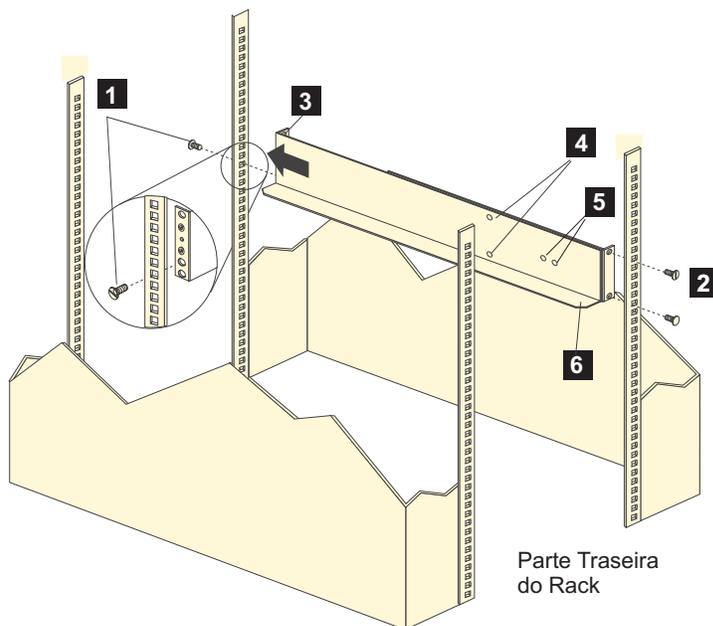

Figura 11. Instalando os Trilhos de Suporte
Nota: Consulte a Figura 11 na página 28 ao executar essas etapas.
Nota: Os trilhos de suporte não estão marcados como esquerdo ou direito. Entretanto, cada trilho pode ser corretamente montado em apenas uma lateral do gabinete do rack. Os trilhos devem ser montados com os pinos de alinhamento na parte posterior do rack. A Figura 11 na página 28 mostra a instalação do trilho de suporte esquerdo.
2. Remova os quatro parafusos dos trilhos (dois parafusos em cada trilho). Consulte **4** na Figura 11 na página 28. Se você não remover esses parafusos, o gabinete de expansão de armazenamento não se encaixará firmemente.